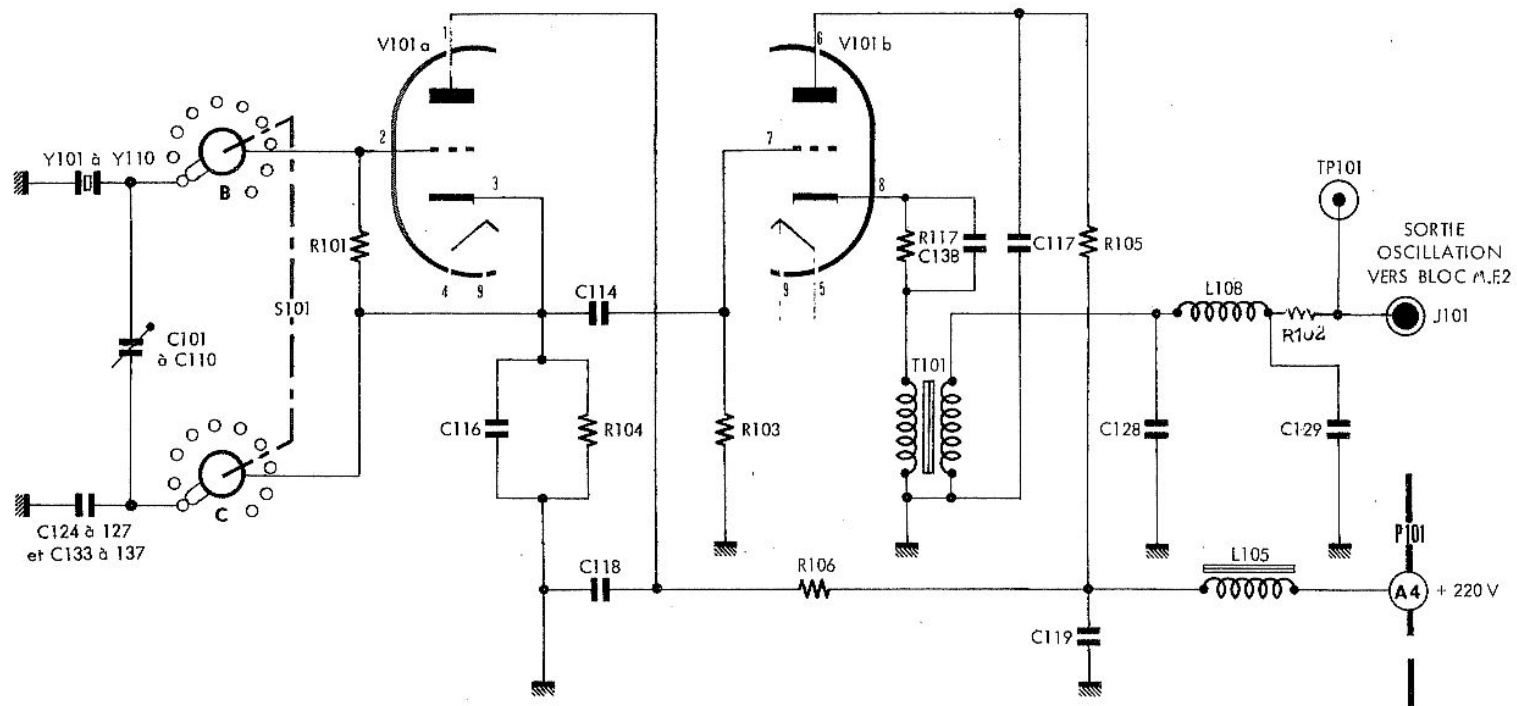

Fig. 10 OSCILLATEUR Q2
2.1.7. OSCILLATEUR Q2 (fig. 10 et groupe Q2 - planche 23)